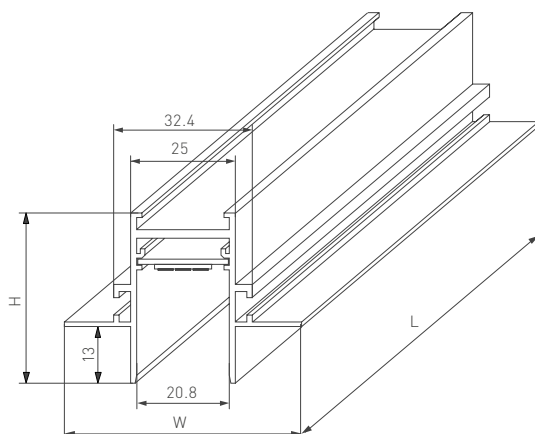

Рис. 1. Чертеж и габаритные размеры
- 3.1. Подготовьте на монтажной поверхности нишу согласно размерам, указанным на рис. 1. Убедитесь, что потолочные профили лежат в одной плоскости.